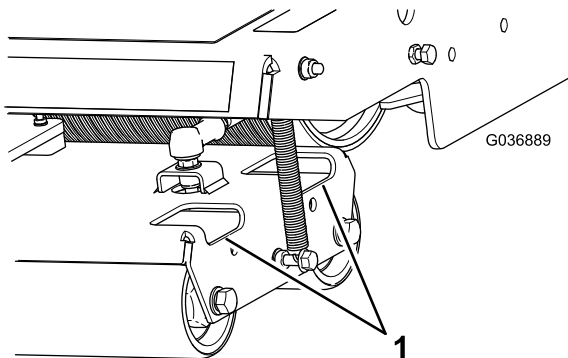

图 39
- 2. 如果需要用水喷射滚筒壳体上的孔清洁滚筒的灰尘和杂物图 39。